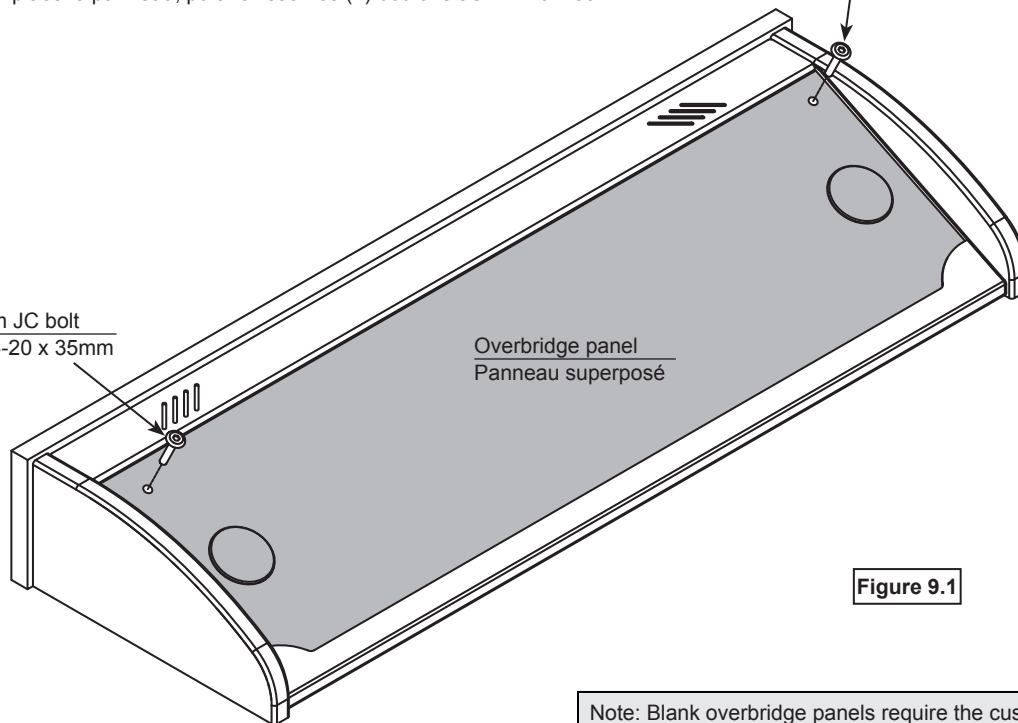
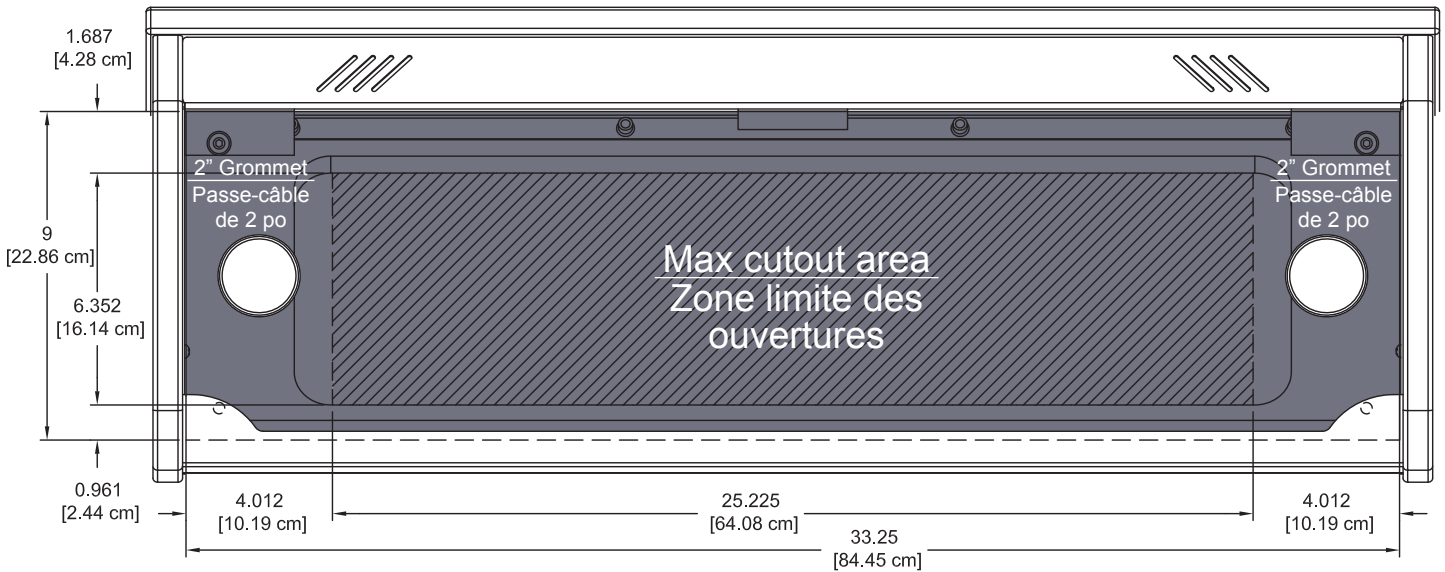

Figure 9.1
Figure 9.2
- To remove the overbridge insert panel, remove the (2) 1/4-20 x 35mm JC bolts with a 4mm hex wrench and lift out the panel. **Figure 9.1.**
- Identify all location(s) and sizes for controller(s) or electronics while making sure all devices fit within the maximum cutout space available in the overbridge panel. See **Figure 9.2, 9.3. See specifications for cutout clearances.**
- Re-install the overbridge panel and secure with (2) 1/4-20 x 35mm JC bolts.
- Pour retirer le panneau superposé, dévisser les deux (2) boulons JC 1/4-20 x 35 mm à l'aide d'une clé hexagonale de 4 mm, puis le soulever. **Figure 9.1.**
- Localiser les emplacements et les dimensions des unités de commande ou électroniques tout en vous assurant de pouvoir loger tous les dispositifs dans les limites de la découpe du panneau. Voir **figures 9.2 et 9.3. Voir les spécifications concernant l'espace libre nécessaire aux ouvertures.**
- Remettre en place le panneau, puis revisser les (2) boulons JC 1/4-20 x 35mm.